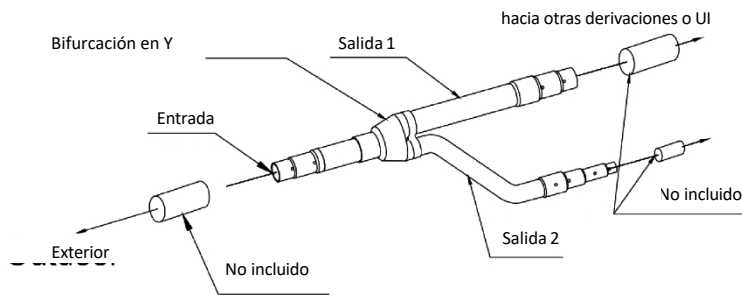

Fig. 20
- 2 El tubo de derivación tipo Y tiene varias secciones de tubo de diferentes tamaños, lo que facilita la conexión con numerosos tubos de cobre. Utilice un cortatubos para cortar la sección de tubo a las dimensiones adecuadas y, a continuación, elimine las rebabas. Véase la fig. 20.